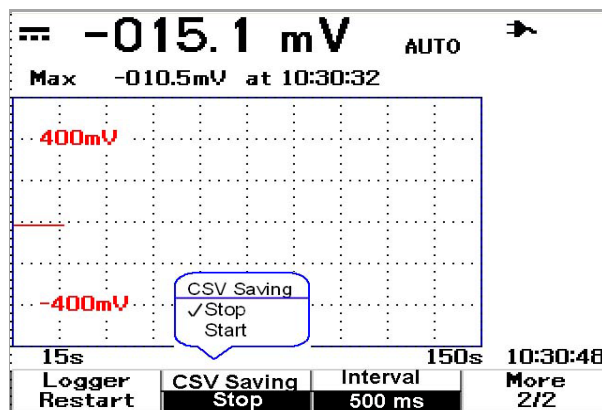

Figura 5-3 Activar la función CSV saving
- 3 Para habilitar la función CSV saving, presione F2 para alternar entre las opciones start y stop (consulte la Figura 5-3 a continuación). Puede guardar hasta 500 kilobytes de datos.